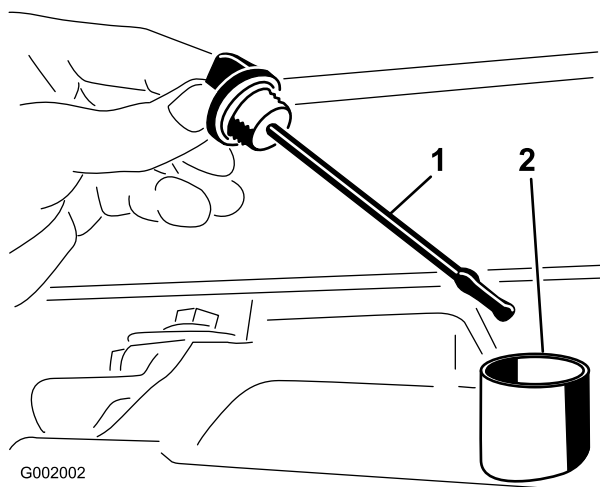

図 61
2. トランスアクスルのディップスティックを抜き、ウェスで一度きれいに拭く(図 61)。